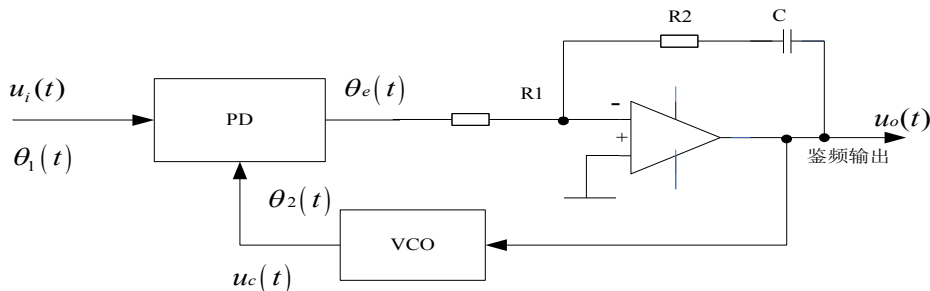

图8-23 锁相鉴频电路的组成框图
**解：**根据题意这时的锁相环鉴频器如图所示，若在环内接如图8-23所示的有源比例积分滤波器，其闭环频率响应低通特性的截止频率为 $\Omega_c$ 〔可据教材(8-60)式计算〕，按调制跟踪环设计。令 $\Omega_c = \Omega_m$ ，则